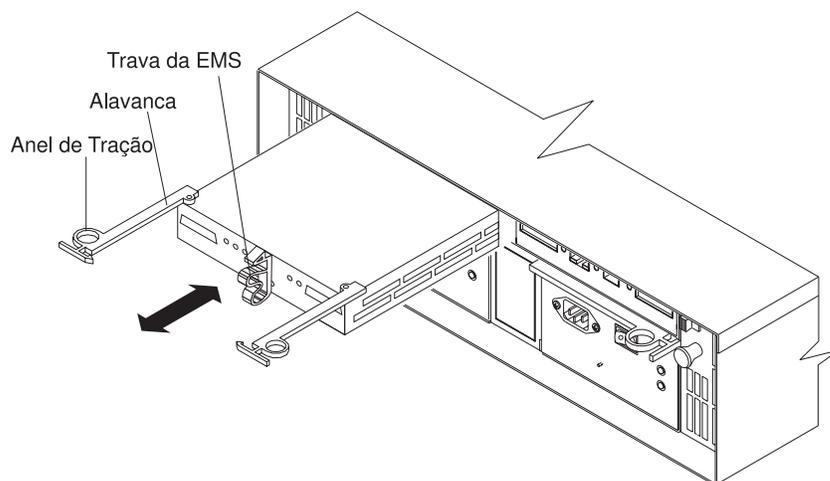

Figura 11. Substituindo um ESM
1. Deslize um ESM para o slot vazio na unidade de expansão. Certifique-se de que as alavancas sejam puxadas para fora, de modo correto, a medida que você as for deslizando, conforme mostrado em Figura 11.